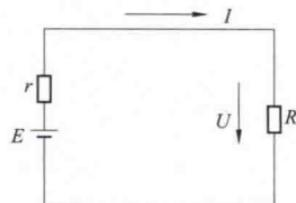

图 1-2 全电路欧姆定律
(10) 全电路欧姆定律——在一个闭合电路中，电流与电源的电动势成正比，与负载电阻及电源内阻之和成反比，如图 1-2 所示。即